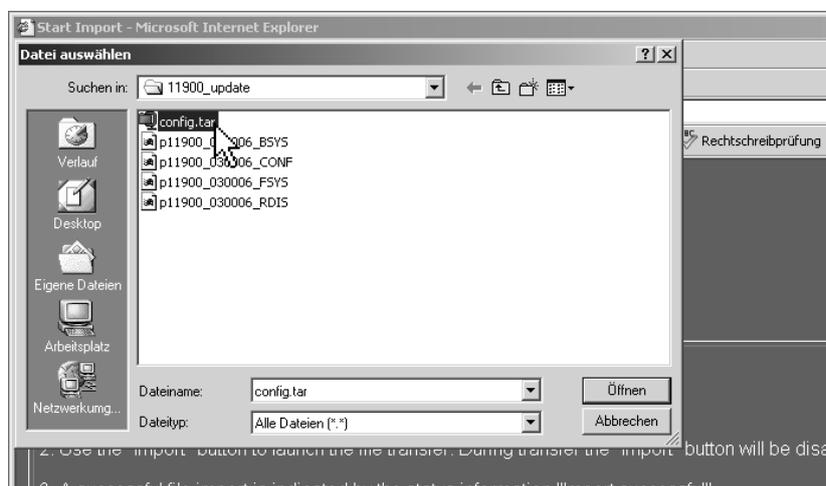

Bild 8-20: Dialog zum Auswählen der Import-Datei („config.tar.gz“)
4. Wählen Sie über den jetzt angezeigten Dialog das Verzeichnis (z. B.: „C:\11900\_update“) aus, in dem Sie die Datei „config.tar.gz“ mit den Anwendereinstellungen abgelegt haben. Klicken Sie diese Datei an und klicken Sie anschließend auf „Öffnen“ (siehe Bild 8-20).